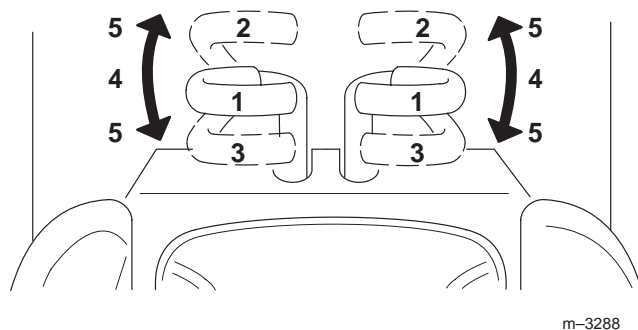

Bild 13
2. Schieben Sie, um vorwärts zu fahren, die Fahr Schalthebel langsam vorwärts (Bild 13).
Bewegen Sie, um geradeaus zu fahren, beide Fahr Schalthebel gleich weit (Bild 13).
Bewegen Sie zum Wenden den Fahr Schalthebel in Richtung Neutral, in dessen Richtung Sie wenden möchten (Bild 13).
2. Ziehen Sie, um rückwärts zu fahren, die Fahr Schalthebel langsam nach hinten (Bild 13).